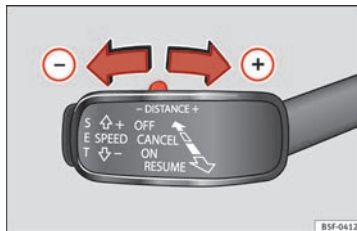

Bild 200 Kontrollspak: Inställning av avstånd.
- För att visa det aktuellt programmerade avståndet, tryck kort på vipknappen » **bild 200**.